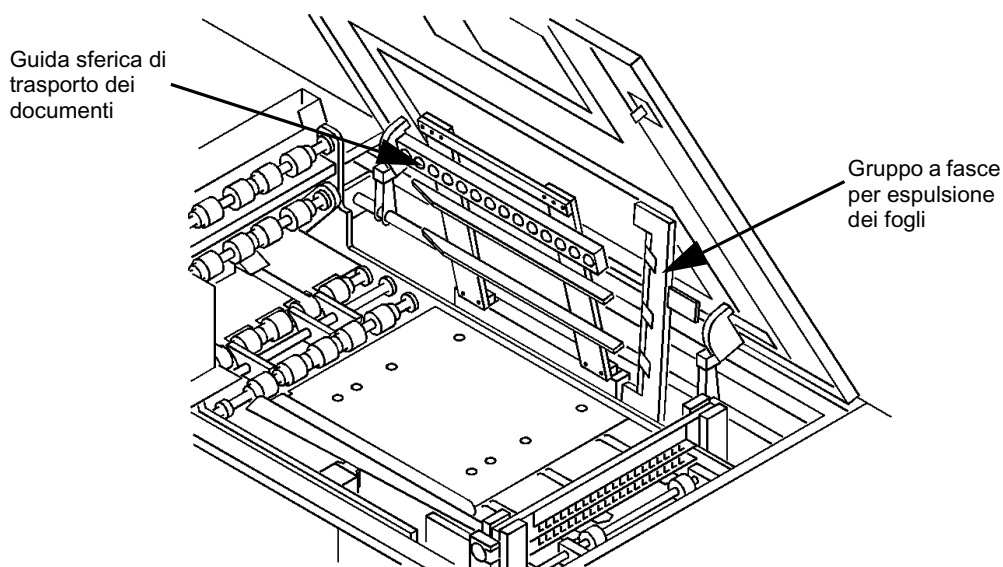

Figura 2-7: Preparazione alla regolazione della guida laterale
- 3 Aprire il gruppo della guida sferica di trasporto dei documenti, come illustrato nella Figura 2-7.
- 4 Aprire il gruppo per espulsione dei fogli, come illustrato nella Figura 2-7.